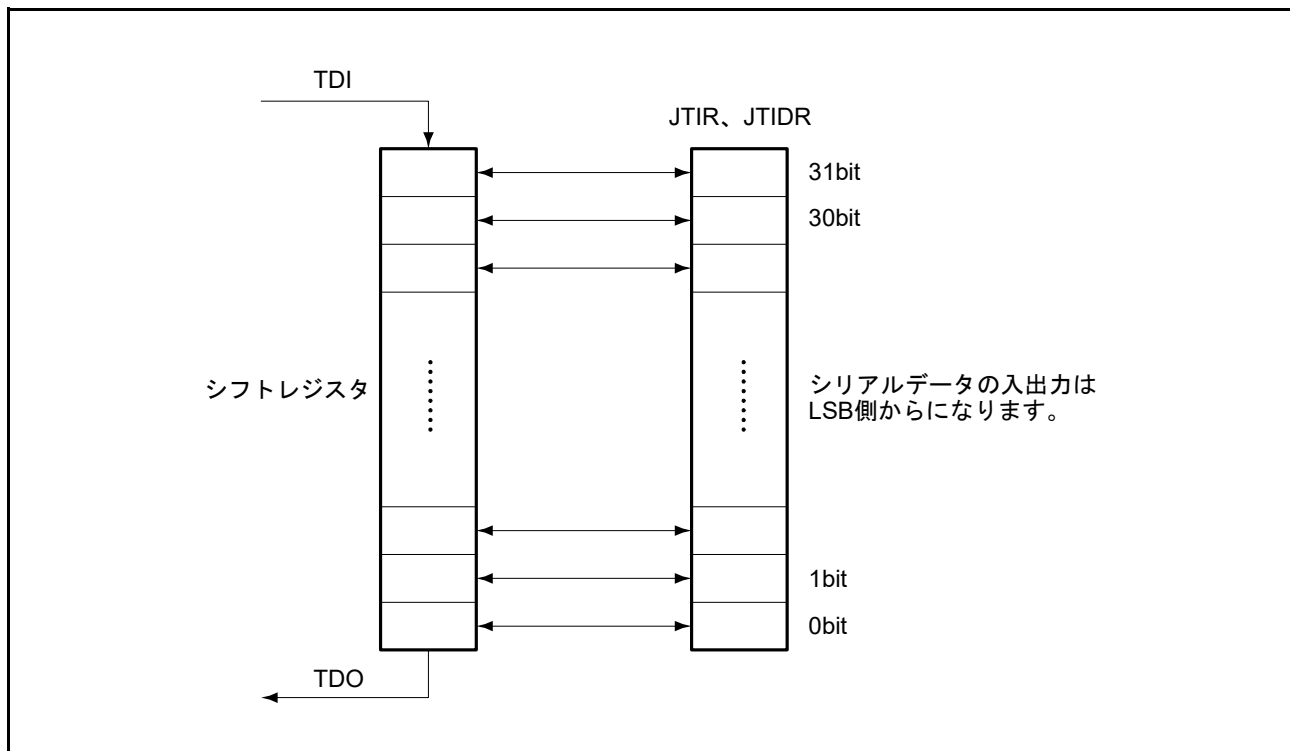

図 49.3 シリアルデータ入出力
(1) シリアル転送時、データの入出力はLSB側からとなります。図 49.3 に示します。